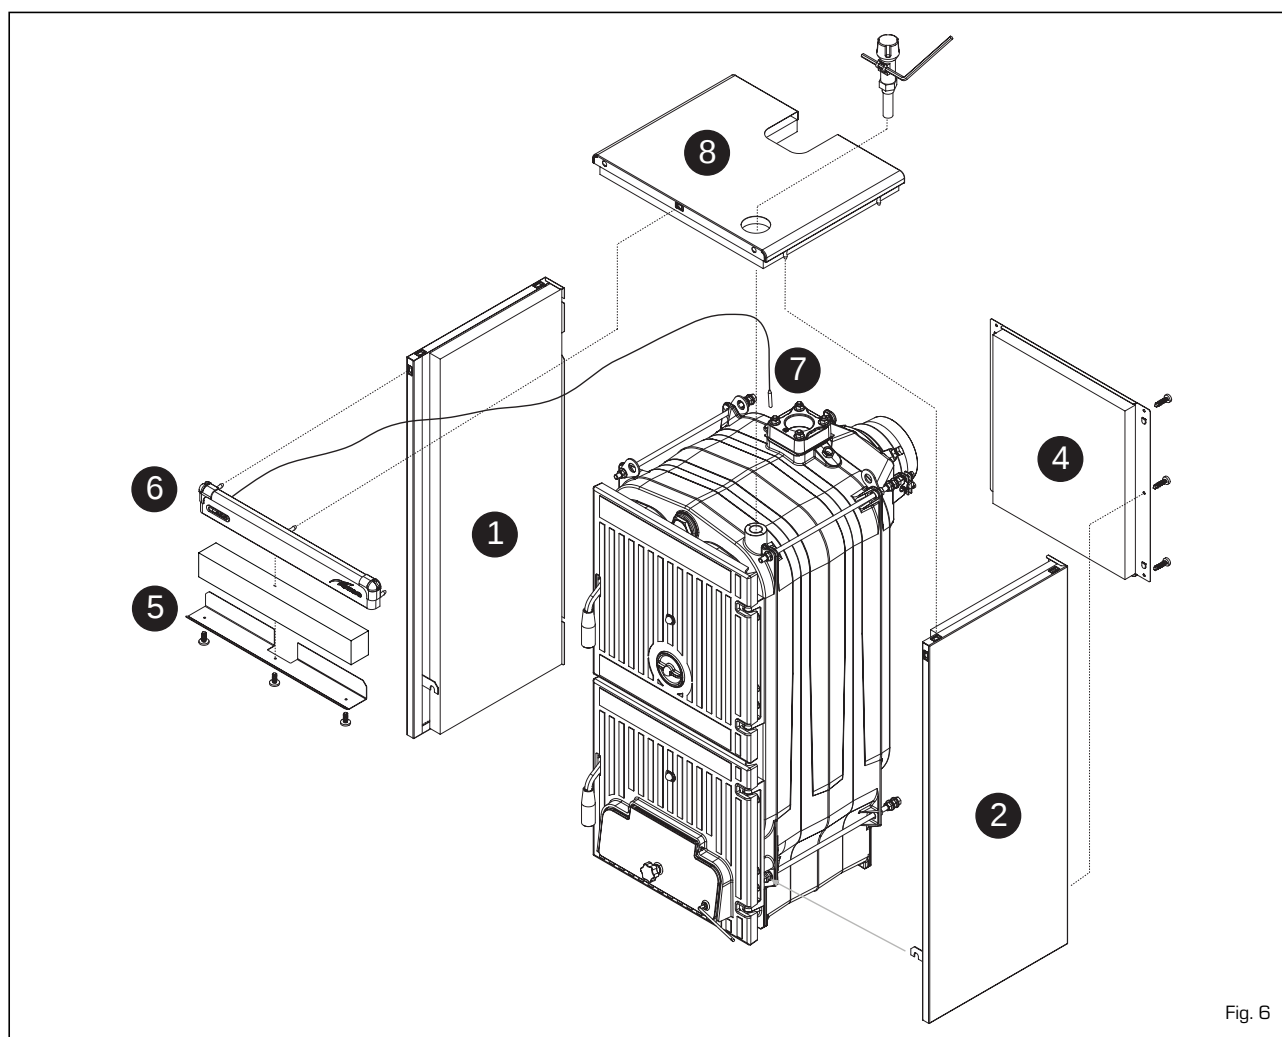

Fig. 6
- Retirar o parafuso M8 x 60 que fixa a válvula de emissão de ar à porta do cinzeiro e apertar o parafuso com manipulador em baquelite (1) fornecido na embalagem. Colocar na extremidade do parafuso M10 a porca cega com calota (2).
- Fixar a alavanca M6 (3) à válvula de ar colocando-a em horizontal em direção à direita. A alavanca tem na extremidade um furo ao qual será ligada a corrente do regulador termostático.
4.5 MONTAGEM DA COBERTURA (fig. 6)